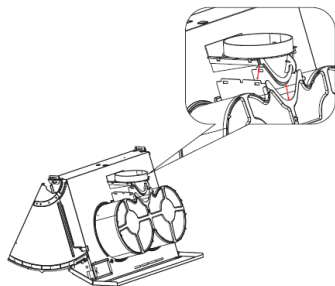

Imagen 1
7. Instale el conducto de salida de la siguiente manera: alinee las 3 ranuras laterales del conducto de salida con los 3 bordes del soplador, inserte los 3 bordes en la ranura del conducto de salida (vea Imagen 1) y termine como se muestra en la Imagen 2.